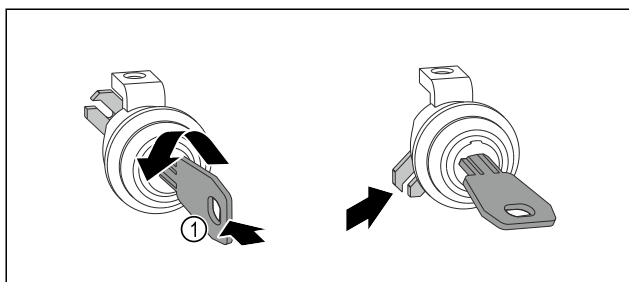

Fig. 14
- Inserire la chiave Fig. 14 (1) e girarla.